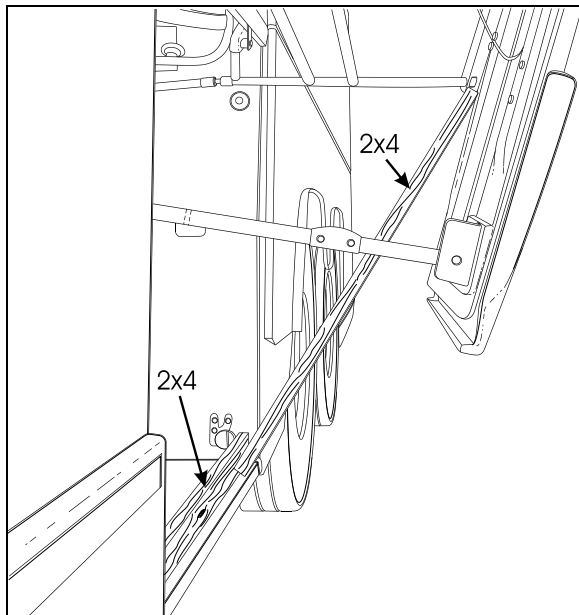

FIGURE 60 : AJUSTEMENT D'UN PANTOGRAPHE 18319
3. Installer un autre morceau de bois 2 x 4 entre le premier morceau de bois et le bas du pivot du bras de pantographe le plus bas (ou le plus court) (Figure 60).